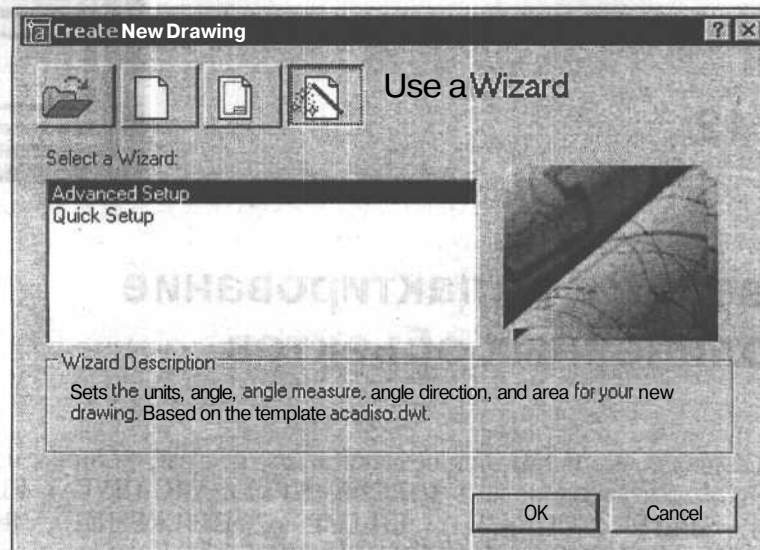

Рис. 12.1. Диалоговое окно **Create New Drawing** на вкладке **Use a Wizard**
2. В появившемся окне **Create New Drawing** (Создание нового рисунка) щелкните мышью на кнопке **Use a Wizard** (Вызов Мастера) и выберите **Advanced Setup** (Детальная подготовка) (рис. 12.1).